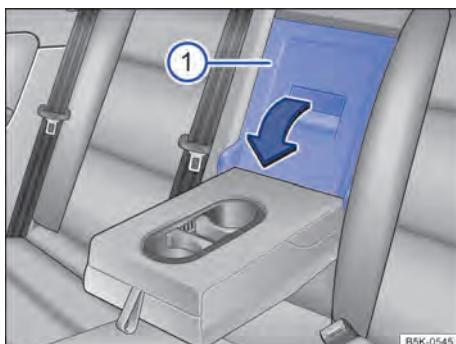

Fig. 94 No encosto do banco traseiro: abrir o dispositivo para transporte de objetos longos.
- Puxar a alavanca de destravamento no sentido da seta e rebater a tampa do dispositivo para transporte de objetos longos ⇒ Fig. 94 ① totalmente para frente.